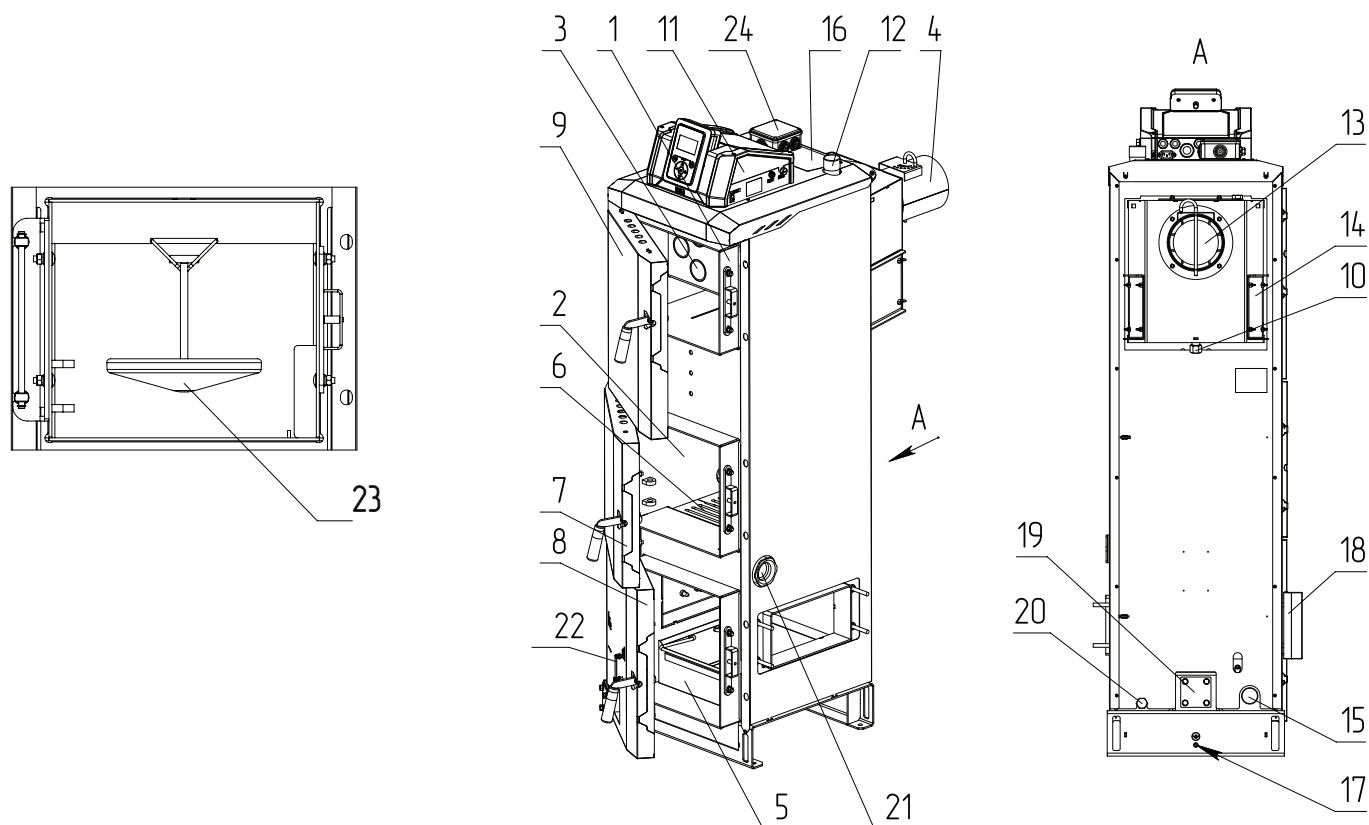

Рис.2 Конструкция теплообменника котла ZOTA Pellet Black
- Эксплуатировать котел без установленного зольного ящика (**Рис.2, поз.4**);
В котлах ZOTA Pellet Black есть возможность установки комплекта золоудаления вместо заглушки (**Рис.2, поз.19**). Комплект золоудаления не входит в базовую комплектацию и приобретается отдельно. QR-код на покупку Вы можете найти в **Таб.5**.